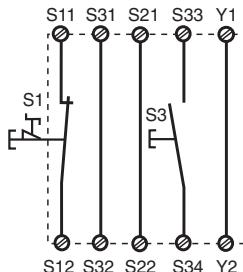

Fig. 2: circuito de entrada monocanal, arranque manual/circuito di ingresso monocanale, start manuale/Eenkanalig ingangscircuit, handmatige start
- Nelle figure 2 ... 9 sono illustrati alcuni esempi di connessione per arresto di emergenza con start manuale e controllato, comandi per ripari mobili nonché l'aumento dei contatti tramite relè esterni.
- In afb. 2 ... afb. 9 worden aansluitvoorbeelden gegeven van noodstopschakeling met handmatige en bewakte start, hekbewaking en contactvermeerdering door middel van externe magneetschakelaars.